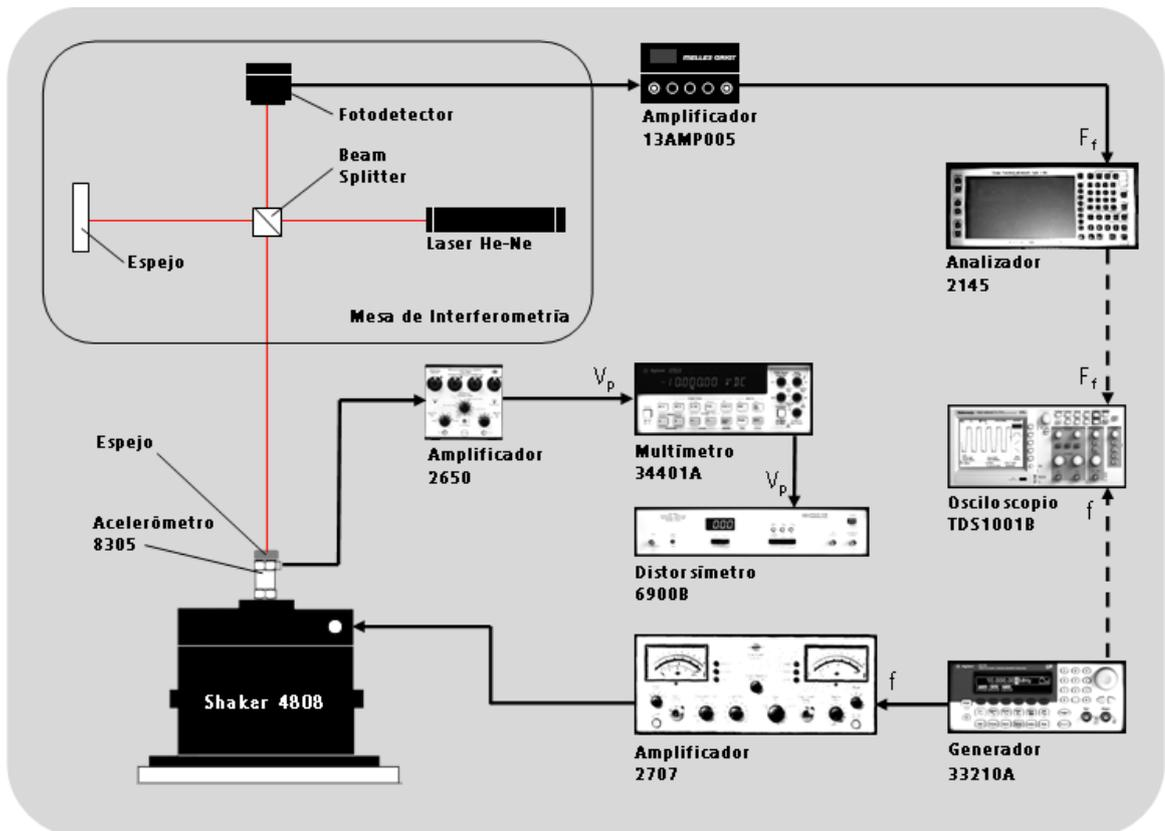

Figura 2. Diagrama de las conexiones para el Método de los ceros de Bessel
**6.3.4.** Para las mediciones entre 1000 Hz y 5 kHz, se emplea el Método de los Ceros de las Funciones de Bessel (Método 2 de la norma ISO 16063/11, punto 8), conectando los instrumentos y los elementos del interferómetro según el diagrama de la figura 2.